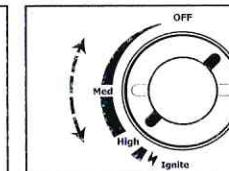

Рис. 6
- Отрегулируйте силу горения, поворачивая тот же регулятор (Рис. 6).